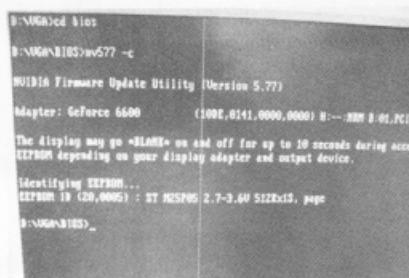

图 5-9 显卡参数
(1) 启动进 DOS，输入“NV577 -C”，可以显示出核心型号和 BIOS 信息，如图 5-9 所示。